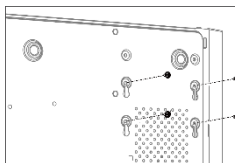

Figure 1-3 Fixez le disque dur
Step 3 Faites correspondre les filetages des vis du disque dur avec les trous réservés en bas de l'appareil et fixez le disque dur avec des vis Reportez-vous à Figure 1-3.